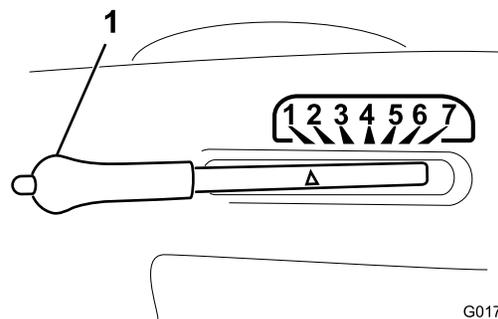

図 7
1. 刈高設定レバー 図 7 のボタンを押し込んで保持する。